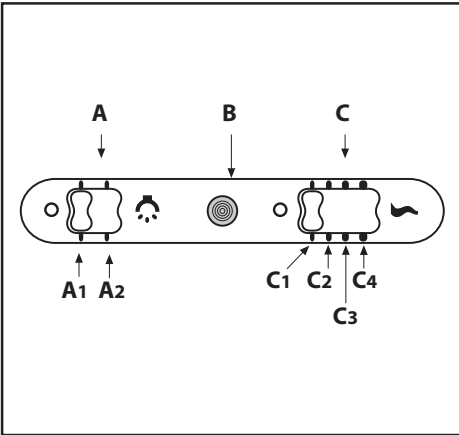

Fig.8
#### • Органы управления: (рис.8) Светящиеся .
**• Сигналы управления:** (рис.8) slider- символика указана ниже: